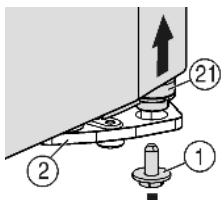
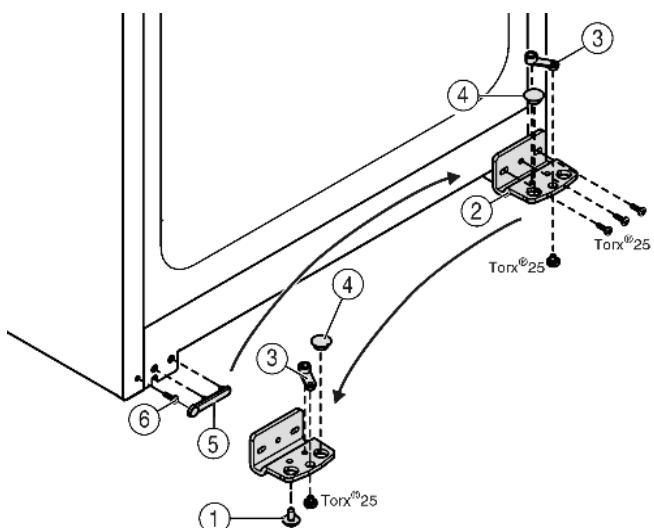

Fig. 4
Fig. 5
- Внизу справа на опорном кронштейне выкрутите фиксирующий винт Fig. 4 (1).
- Опорный палец Fig. 4 (21) можно извлечь из опорного кронштейна Fig. 5 (2).
- Если не удается извлечь опорный палец Fig. 4 (21), нажмите на него снизу.
- Открутите опорный кронштейн Fig. 5 (2).
- Открутите опорную деталь Fig. 5 (3) и, переставив в отверстие на противоположной стороне опорного кронштейна, снова прикрутите.
- Извлеките заглушку Fig. 5 (4) из опорного кронштейна и переставьте ее в отверстие на противоположной стороне опорного кронштейна.
- Осторожно снимите крышку со стороны ручки Fig. 5 (5).
- Выкрутите болт Fig. 5 (6) и вкрутите на противоположной стороне.
- Снова установите крышку Fig. 5 (5).
- Снова прикрутите опорный кронштейн Fig. 5 (2) на новой стороне шарнира (**с моментом 4 Нм**). При необходимости используйте аккумуляторный шуруповерт.
- Вкрутите фиксирующий винт Fig. 4 (1) внизу в опорный палец и затяните (**с моментом 4 Нм**).